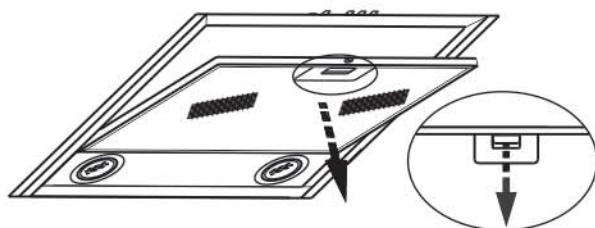

РИС. 4
8.4 Для очистки алюминиевого фильтра извлеките его из зонта (рис. 4) и произведите его очистку с помощью щетки горячим водным раствором нейтрального мощного средства вручную или в посудомоечной машине (при 60°C).
- снимите фильтр (рис.4);
- перед установкой зонта снимите алюминиевый фильтр, для этого нажмите на пружинный замок на фильтре и потяните его вниз и на себя (рис. 4);